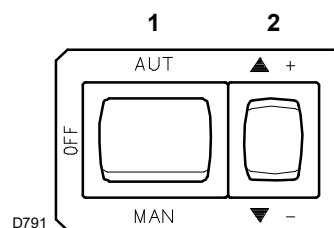
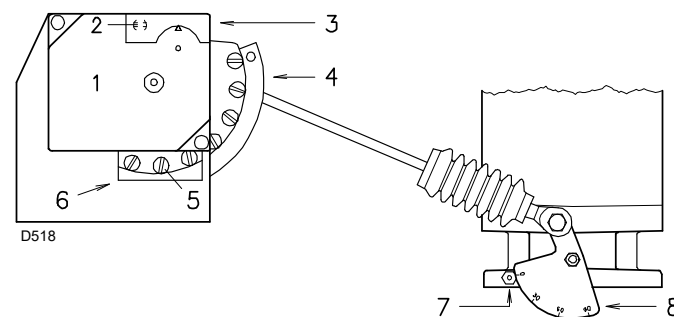

Fig. 26
Fig. 28
Fermer les télécommandes et placer l'interrupteur 1 (Fig. 26) sur "MAN".
Appuyer sur le bouton 2)(Fig. 26 à la page 23) "diminution de puissance" (▼ -) le maintenir pressé jusqu'à ce que le servomoteur ferme le volet d'air et le papillon à gaz soit à 20° (réglage effectué en usine).
- S'il faut l'augmenter, appuyer un peu sur le bouton 2)(Fig. 26 à la page 23) "augmentation de la puissance" (▲ +) (ouvrir de 10-15° le papillon du gaz), augmenter l'angle de la came III (Fig. 25 à la page 23) par de légers déplacements successifs, c'est-à-dire aller de l'angle 20° à 22° - 24° etc.
Modifier en progression le profil initial de la came 4) (Fig. 28) en agissant sur les vis de celle-ci qui apparaissent à l'intérieur de l'ouverture 6). Si possible, ne pas serrer la première vis: il s'agit de la vis qui ferme complètement le volet d'air.
Légende (Fig. 28)
Dans la description ci-dessus le brûleur est allumé et il fonctionne à la puissance minimale. Appuyer donc sur le bouton 2)(Fig. 26 à la page 23) "augmentation de la puissance" (▲ +) et le maintenir pressé jusqu'à ce que le servomoteur ouvre le volet d'air et le papillon à gaz soit à 90°.
Modifier en progression le profil initial de la came 4) (Fig. 28) en agissant sur les vis de celle-ci qui apparaissent à l'intérieur de l'ouverture 6).
Appuyer légèrement sur le bouton 2)(Fig. 26 à la page 23) "augmentation de la puissance" (▲ +) de manière qu'une nouvelle vis 5)(Fig. 28) apparaisse à l'intérieur de l'ouverture 6)(Fig. 28), la régler jusqu'à obtenir une combustion optimale. Agir de la même façon avec les vis successives.
Éteindre le brûleur au moyen de l'interrupteur 1) (Fig. 26 à la page 23), position OFF, détacher la came à profil variable en mettant la fente 2) (Fig. 28) en position verticale du servomoteur et vérifier plusieurs fois, en tournant manuellement la came vers l'avant et vers l'arrière, si le mouvement est souple et sans obstructions.